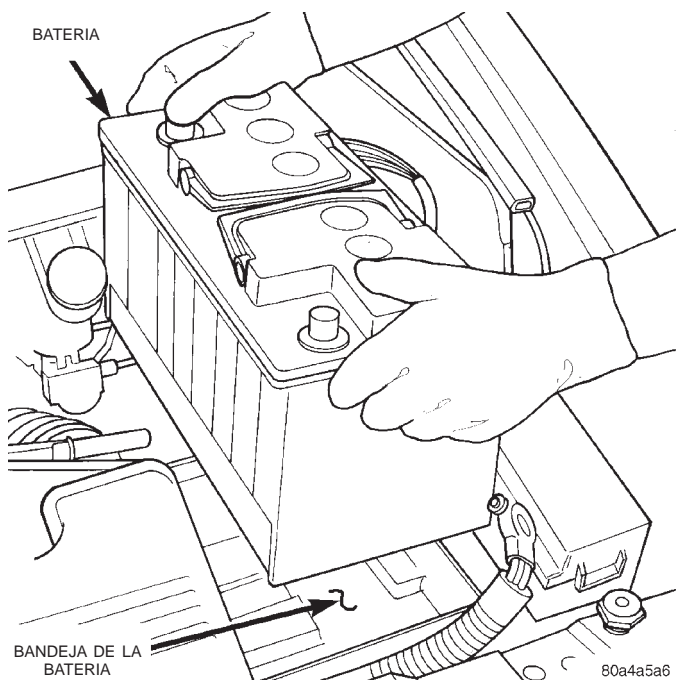

Fig. 18 Retire la batería
- (4) Retire la batería del vehículo (Fig. 18).